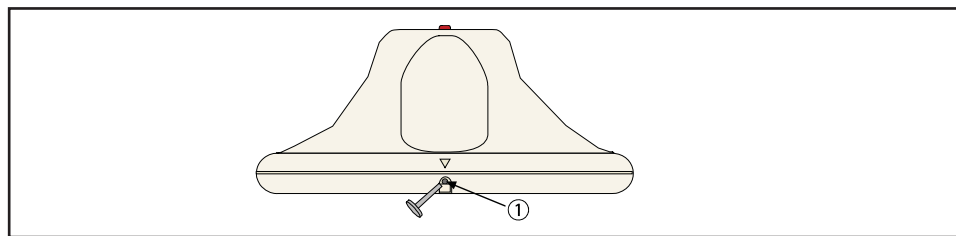

Bild 7.1: Antisabotageskruv
När kåpan har stängts kan hela installationen säkras med den medföljande antisabotageskruven. Se bildtexten (1) till *Bild 7.1 Antisabotageskruv*.